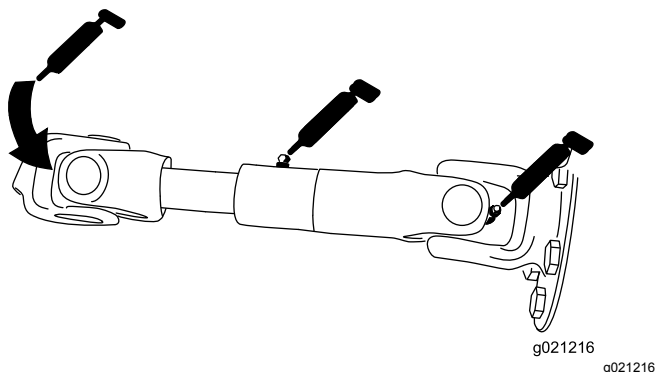

Figura 74
- Veio propulsor da bomba (3) (Figura 74)